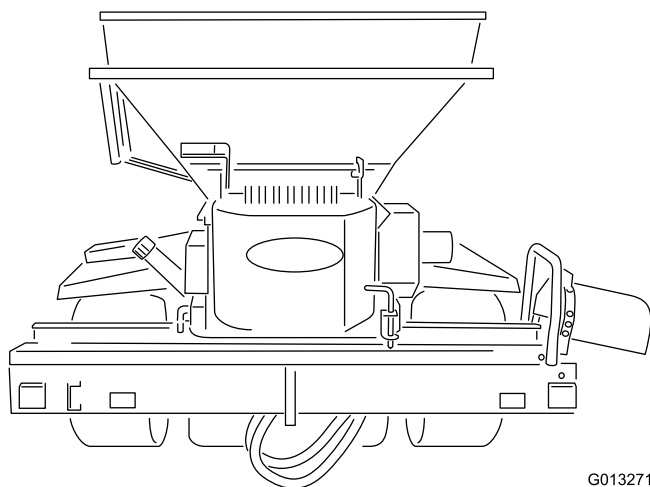

Figura 8
10. Bloquee la cinta transportadora en la "posición de circulación" con el pasador, con el motor en el lado derecho de la recebadora (**Figura 8**).